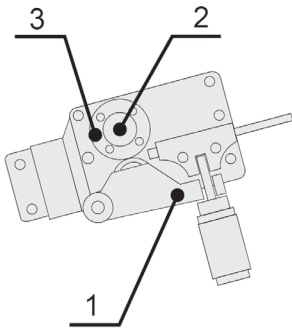

Bild 6 - Austausch der Zugrolle
2. Lösen Sie mit der Hand die geriffelte Schraube, die die Zugrolle befestigt (Bild 6, Position 2).
3. Die Zugrolle (Bild 6, Position 3) von der Welle ziehen.